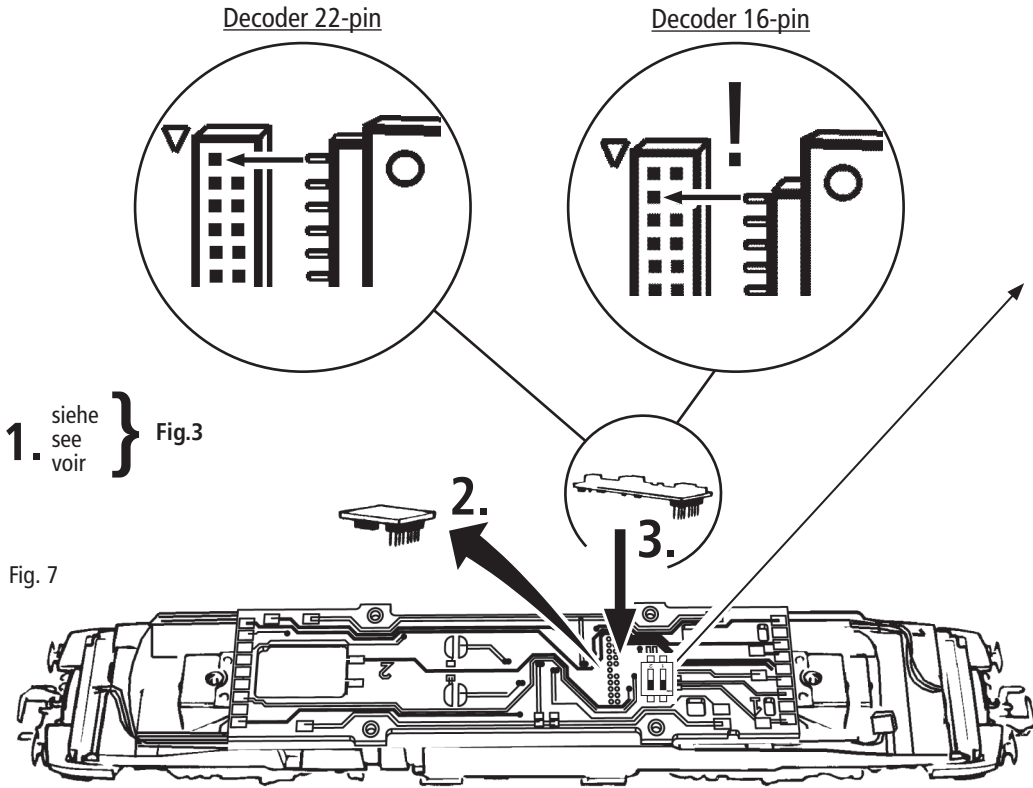

Fig. 8
2. Schmierung: Versehen Sie die im Schmierplan in Fig. 8 gekennzeichneten Stellen mit nur **kleinen Öltropfen**. Dazu zuerst das Lokgehäuse abnehmen (Fig. 3). Wir empfehlen den **ROCO Öler Art.-Nr. 10906**. Fürs Schmieren der Getriebeteile (Zahnräder, Schnecke) empfehlen wir das **ROCO-Spezialfett Art.-Nr. 10905**. Im Falle der Schmierung diese Teile **nicht ölen**.
2. Lubrication: Apply **tiny oil drops** to spots marked in fig. 8. Prior to lubrication dismantle locomotive (fig. 3). We recommend using item no. **10906, Roco oiler**. For lubrication the gearparts (e.g. cogwheels, worm) we would recommend our Roco **special grease** (item no. **10905**). **Attention:** Please do not oil these parts when using our grease.
2. Graissage: N'appliquez **qu'une toute petite goutte** aux endroits indiqués par le plan de graissage (fig. 8) après avoir démonté la caisse de la locomotive (fig. 3). Nous vous recommandons **le graisseur à huile Roco réf. 10906**. Pour graisser les engrenages (roues dentées, vis sans fin) nous vous conseillons la **graisse spéciale Roco réf. 10905** pour engrenages en matières synthétiques. Lorsque vous utilisez cette graisse il faut éviter d'huiler ces composants.